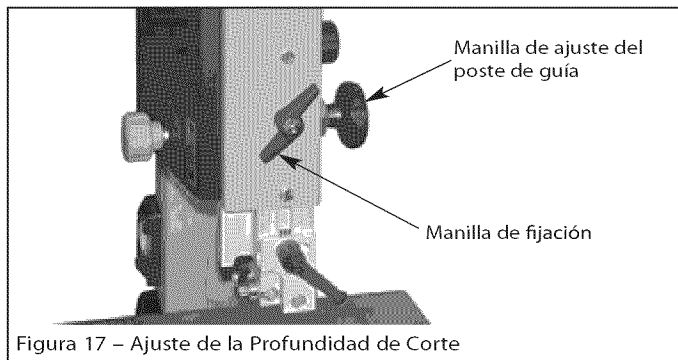

Figura 17 – Ajuste de la Profundidad de Corte
- Para ajustar esta altura, afloje la manilla de fijación al lado del alojamiento de la rueda superior (véase la Figura 17).